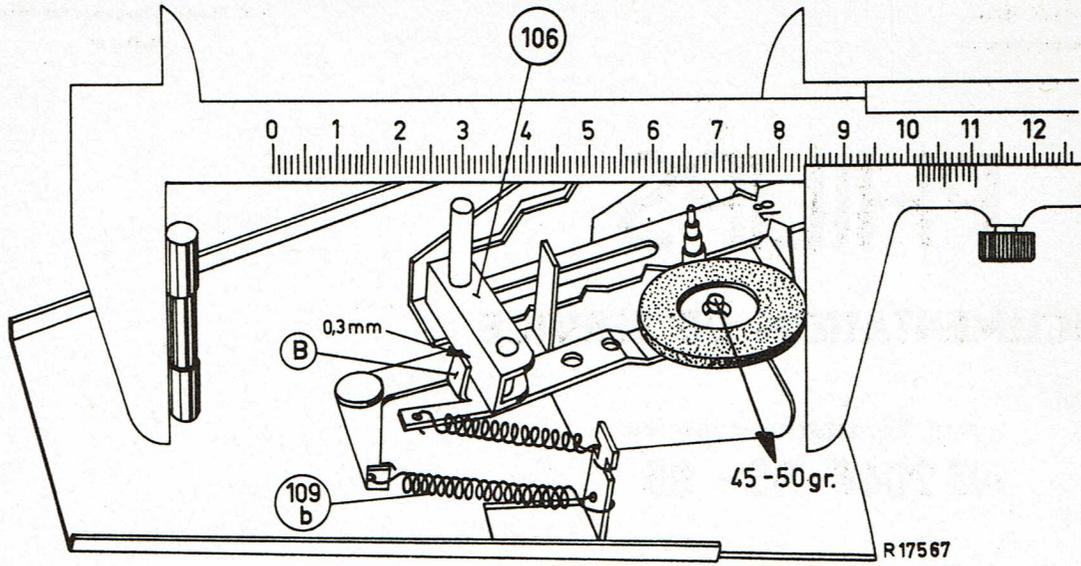

Fig. 2
Au moyen d'un pied à coulisse on peut contrôler ceci. Ce pied -- réglé à 101,5 mm -- est tenu sur la roue intermédiaire et l'axe du plateau (voir fig.2), tandis que la roue intermédiaire est légèrement repoussé.
4. La pression de la roue intermédiaire contre la poulie est d'environ 45 - 55 gr. (voir la fig.2).